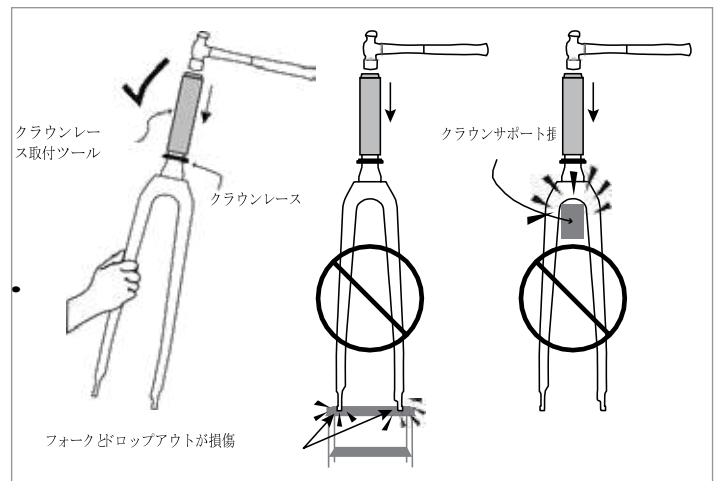
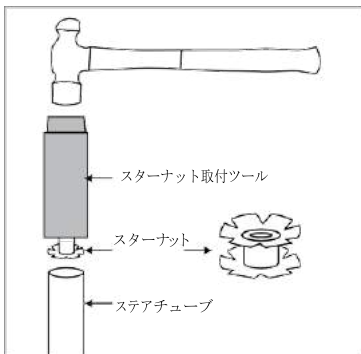

図 2
図 10
**▲警告:** ドロップアウト端を地面につけてフォークを立てないでください。またはクラウンレース取り付け中にクラウン部分でフォークを支えないでください。フォークが損傷する恐れがあります (図 2)。
A. 片手でフォークを支えながら (図 2)、スターナット取付ツールとハンマーを使って新しいスターナットを取り付けます (図 10)。